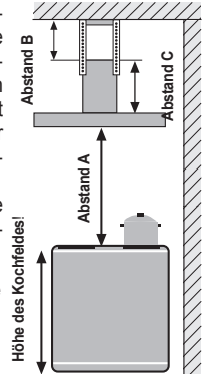

Abb. 14
Unter Beachtung des Mindestabstandes (siehe Abb. 9) die Einbauhöhe der Haube ermitteln. Die Höhe der montierten Haube wird im nächsten Schritt durch die Montage der vier Montagewinkel (8) am Motorblock (7) bestimmt (Abb. 14). Zu diesem Zweck sind die Montagewinkel (8) mit ausreichend Bohrungen versehen.